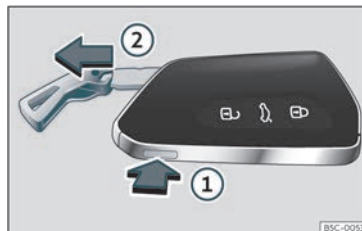

Fig. 75 Chiave del veicolo: estrarre lo spadino della chiave.
- Premendo una volta il pulsante » fig. 75 ① si sblocca la chiave e compare un occhio che funge da portachiavi.
- Tenere premuto il pulsante ① e contemporaneamente tirare l'occhiello in direzione della freccia » fig. 75 ② per estrarre completamente lo spadino della chiave.